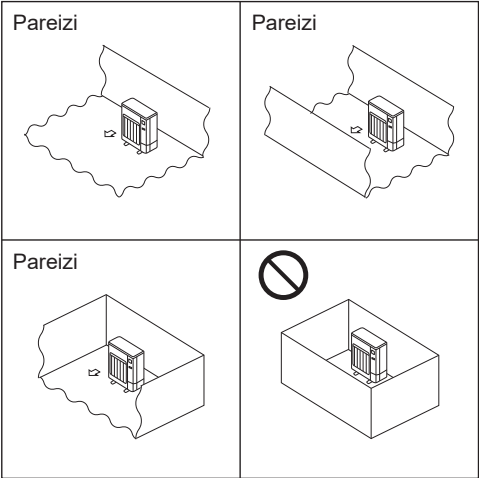

Fig. 2-2
- Ārējās iekārtas uzstādiet tādās vietās, kur vismaz vienā no iekārtas četrām sāniem ir brīva telpa, un visa telpa kopumā ir pietiekami liela un bez padziļinājumiem. (Fig. 2-2)